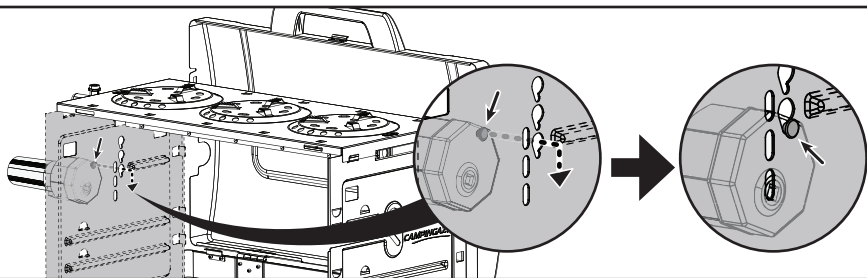

FIG. 8
6. Bauen Sie Spieß mit den Klemmen zusammen (Abb. 8). Schrauben Sie den Spießgriff auf das Gewinde des Spießes (A). Setzen Sie die Klemmen in den Spieß ein (B), passen Sie die Position der Klemmen an (C) und sichern Sie dann die Klemmen in ihrer Position, indem Sie die Flügelschrauben in die Löcher an den Klemmen hineinschrauben (D).